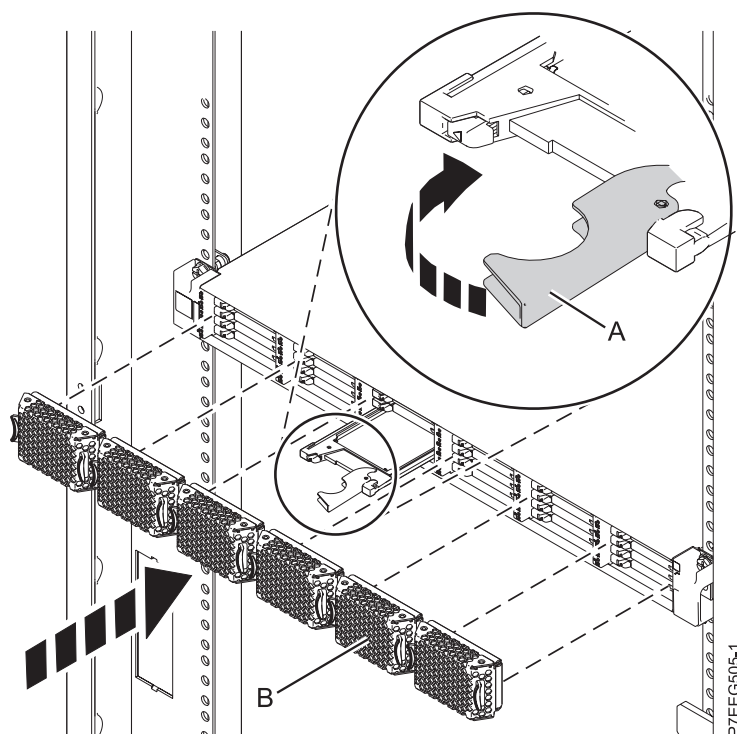

Figura 55. Substitució d'una unitat d'estat sòlid a Allotjament d'emmagatzematge EDR1 PCIe.
3. Feu girar la nansa (A) fins a la posició de bloqueig, tal com es mostra a Figura 55.
4. Instal·leu la tapa bisellada (B).